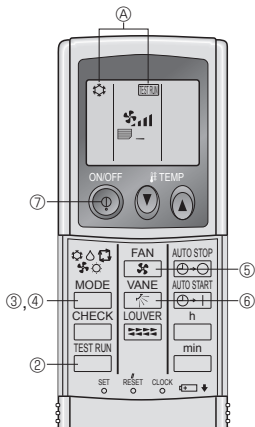

Fig. 7-5
7.2.2. Verwendung der drahtlosen Fernbedienung (Fig. 7-5)
- ① Mindestens 12 Stunden vor dem Testlauf den Netzstrom einschalten.
- ② Die **TEST RUN**-Taste zweimal kurz nacheinander drücken. (Nehmen Sie diesen Schritt vor, wenn das Fernbedienungsdisplay gestoppt ist.)